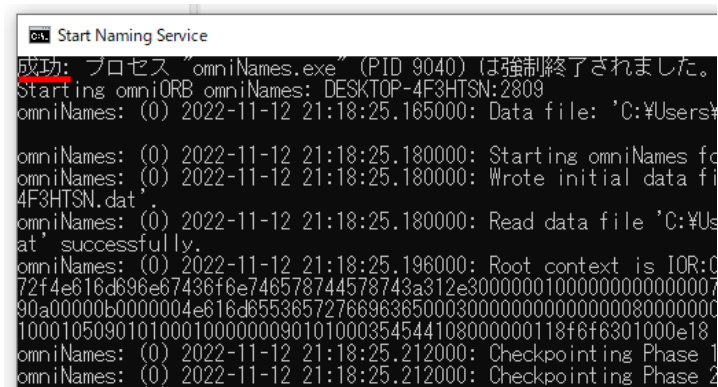

図 32 [Start Naming Service]のコンソール左上に[成功]と表示された状態
- ⑧ 図 32 のように、表示された[Start Naming Service]のコンソール左上に[成功]と表示されていることを確認し、コンソールウィンドウを最小にする。